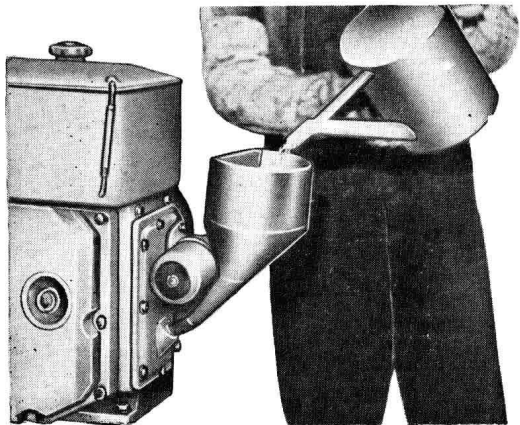
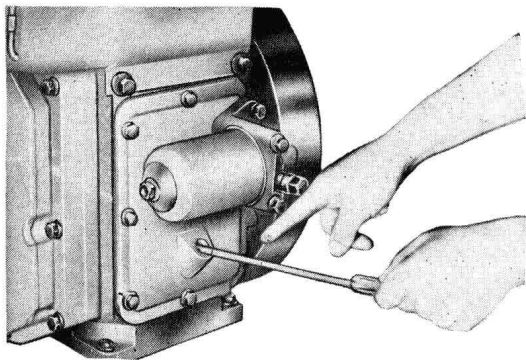

图1 加机油
图2 用油标尺测量油面高度
2. 拔出油标尺，将清洁的润滑油用漏斗注入曲轴箱(图1)。加入的机油量约2.5公斤，使曲轴箱油面处于油标尺两刻线范围内(图2)。注意：加油时不得超过上刻线，使用时不得低于下刻线。